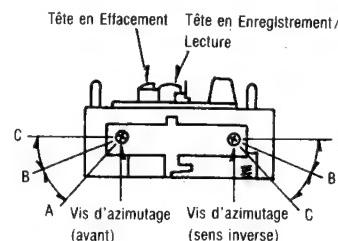

Fig. 3
1. Brancher les appareils comme indiqué dans la Fig. 2. 2. Dans le mode de lecture avant, reproduire le signal de 8kHz de la bande étalon (QZZCFM). Régler la vis d'azimutage (Avant) indiquée dans la Fig. 3 pour obtenir les niveaux de sortie maximum pour les canaux gauche et droit. Lorsque les niveaux de sortie des canaux gauche et droit ne sont pas simultanément à leur maximum, les régler à nouveau de la façon suivante.
3. Tourner la vis d'azimutage (Avant) indiquée dans la Fig. 3 pour obtenir les angles A et C (points où les niveaux de sortie de tête pour les canaux gauche et droit sont obtenus respectivement). Localiser ensuite l'angle B entre les angles A et C, autrement dit, en un point où les niveaux de sortie des canaux gauche et droit atteignent tous les deux leur maximum. (Voir les Fig. 3 et 4.)
6. Dans le mode de lecture avant, reproduire le signal de 8kHz de la bande étalon (QZZCFM). Régler la vis d'azimutage (Avant) indiquée dans la Fig. 3, de sorte que les aiguilles des deux voltmètres électroniques oscillent au maximum, et qu'on obtienne sur l'oscilloscope une forme d'onde semblable à celle indiquée dans la Fig. 6.